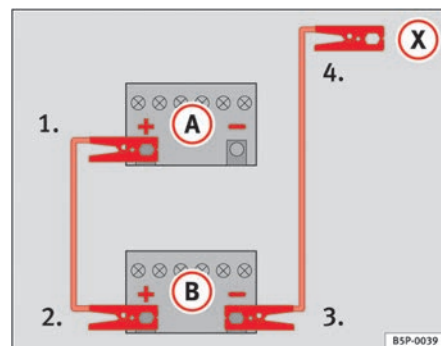

Fig. 197 Esquema de conexión de los cables de emergencia
En la ⇒ fig. 197 (A) representa a la batería sin carga y (B) a la batería con carga.
1. Emborne un extremo del cable de emergencia rojo al polo positivo ⇒ fig. 197 (+) del vehículo con la batería descargada ⇒ ⚠.
4. Emborne el otro extremo del cable negro de emergencia (X) a una pieza de metal maciza unida al bloque motor o al mismo bloque motor del vehículo con la batería descargada, lo más alejado posible de la batería ⇒ ⚠.